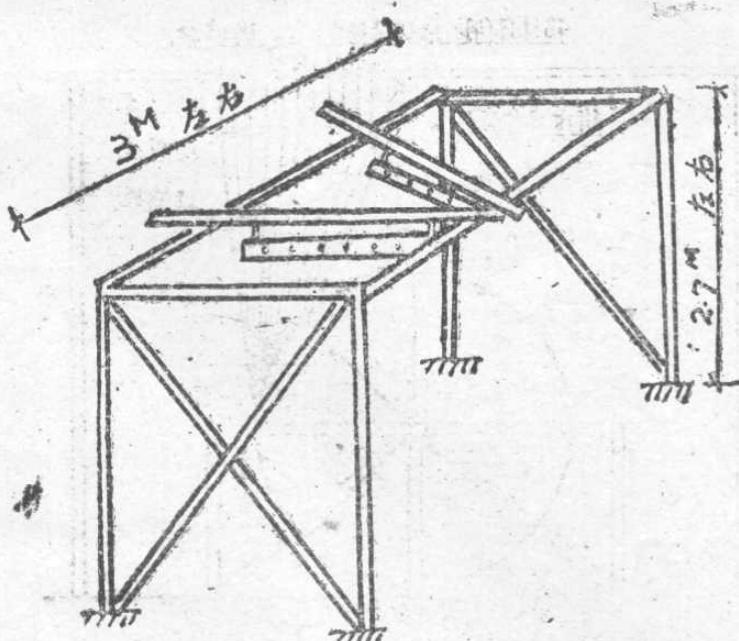

图 10 悬挂坩埚架的支架
(2) 悬挂坩埚架的支架(图10) 是简单的木架，能移动的较好，可以支在两端的墙上，也可以做成支架。
(3) 毛刷 在鼓筒的两个边缘各装一圈毛刷，其作用是为了绕丝方便。毛刷上的毛，必须柔软，经常